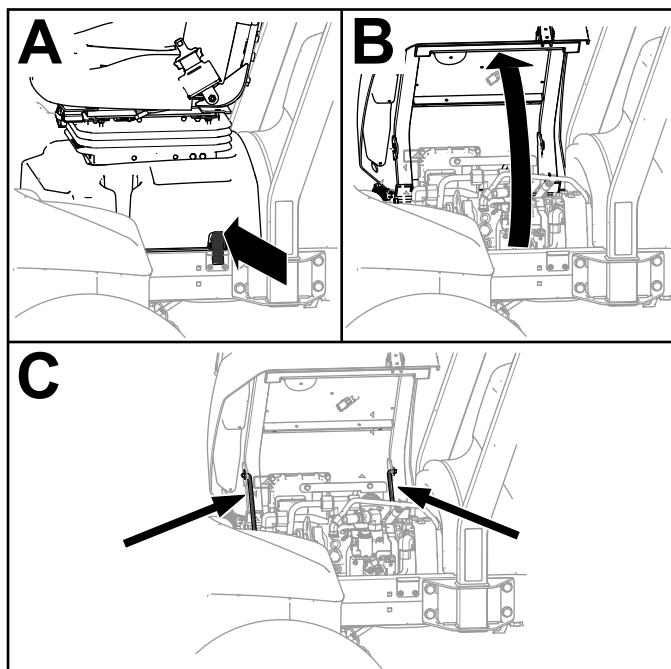

Рисунок 68
1. Разблокируйте основание сиденья (вид А на Рисунок 68).
2. Наклоните сиденье и основание в открытое положение (вид В на Рисунок 68).
3. Зафиксируйте его опорными стойками (вид С на Рисунок 68).